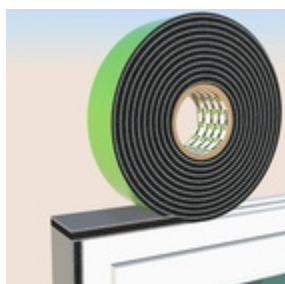

Fig.2
- En las esquinas, no doble la cinta; córtela y empalme los extremos perpendicularmente (Fig. 2).